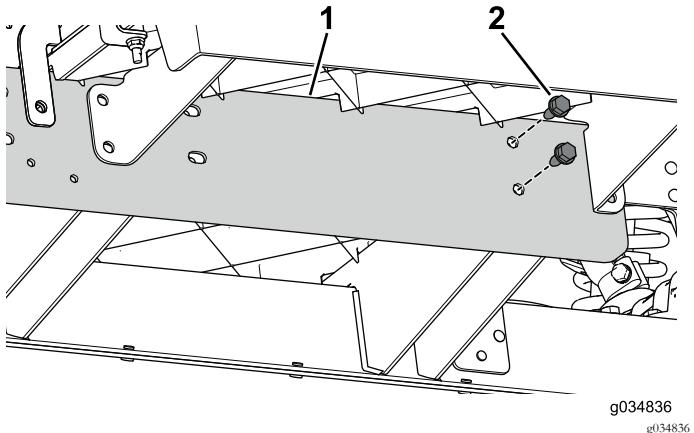

Figura 72
3. Utilize os dois parafusos (5/16 x ¾ pol.) para instalar sem apertar a calha de extensão para o canal central para a secção dianteira da máquina (Figura 72).